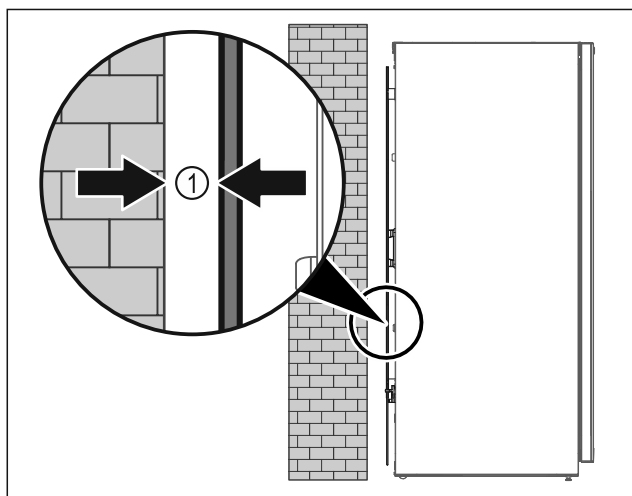

Fig. 10
► Zariadenie inštalujte voľne v priestore alebo priamo na stenu v minimálnej vzdialenosti 5 mm Fig. 10 (1).